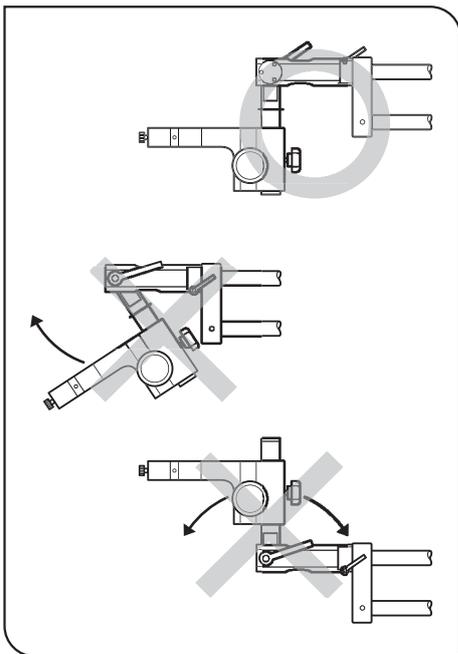

fig. 13
4. Se o microscópio montado tiver uma câmara de TV ou uma unidade fotográfica instalada, não incline o corpo do microscópio. Como o microscópio é pesado e o centro de gravidade do sistema é alto, ao soltar a alavanca de aperto pode fazer com que o microscópio rode subitamente, provocando danos na câmara de TV, na unidade fotográfica ou no corpo do microscópio (fig. 13) (para conhecer o método desta operação, consulte a página 13).